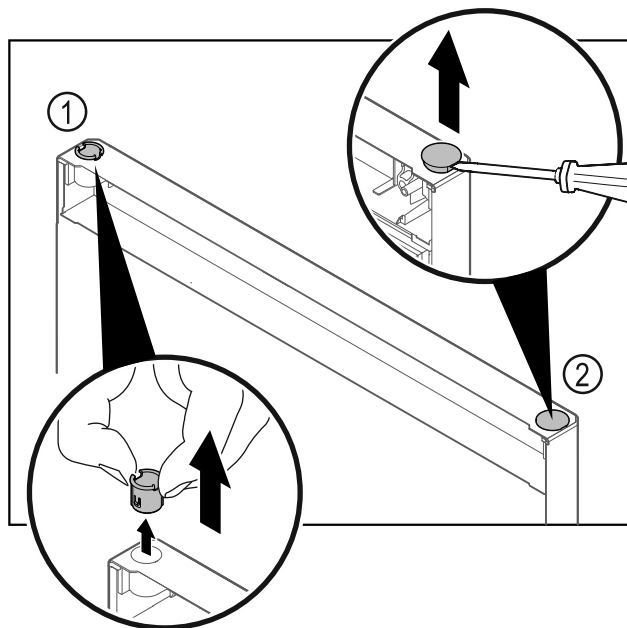

Fig. 35 Porte de la partie congélateur
- Retirer la bague Fig. 35 (1) avec les doigts.
- Soulever délicatement le bouchon Fig. 35 (2) avec un tournevis plat et le retirer.